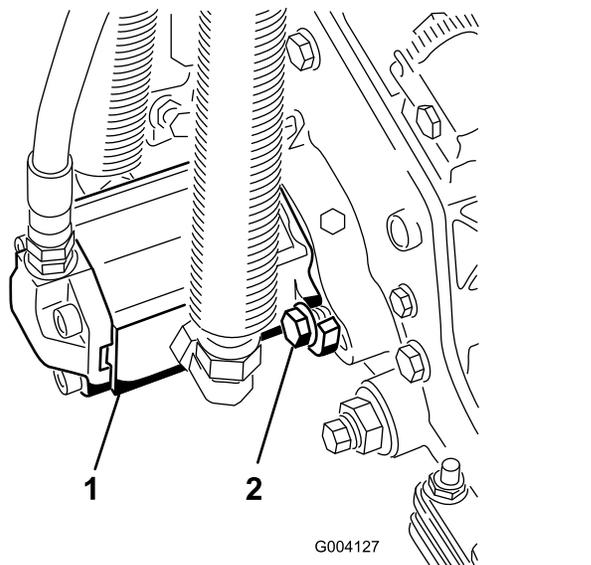

Рисунок 14
16. Установите двигатель, повернув его по часовой стрелке, чтобы фланцы двигателя не закрывали болты (Рисунок 14).